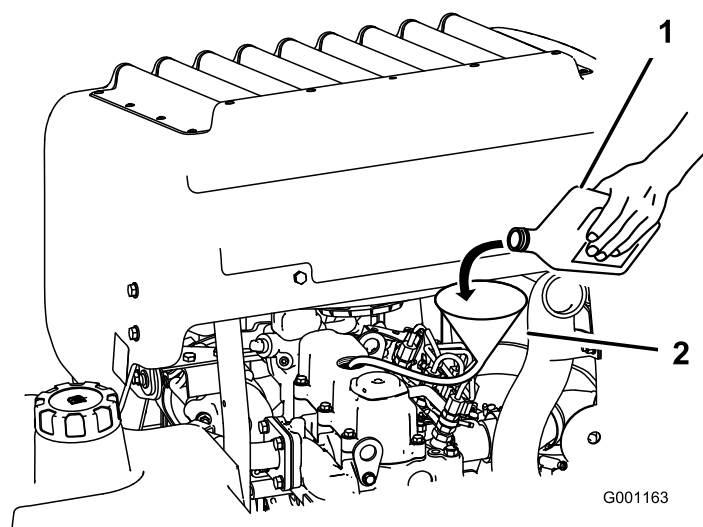

Figura 39
3. Per versare l'olio nel motore, utilizzate un flessibile ed un imbuto adatto (Figura 39).